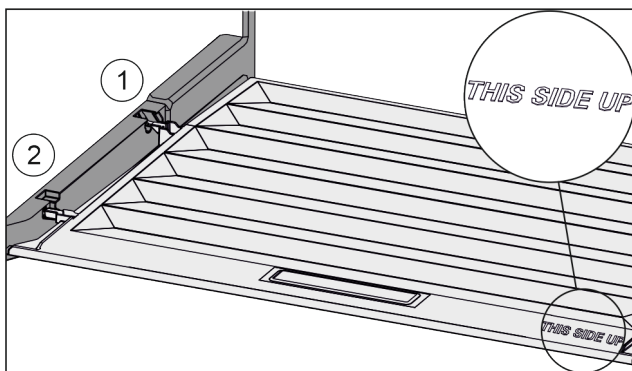

Fig. 64
- ▶ Anbring dækslets tappe over åbningen i den bageste holder Fig. 64 (1), og lad dem gå i indgreb i forreste holder Fig. 64 (2).